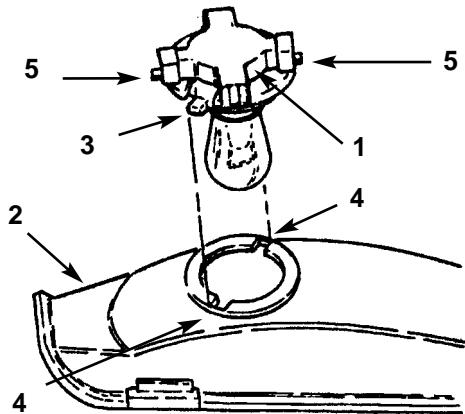

Figure 35
3. Tourner le porte-ampoule d 1/4 de tour dans le sens horaire et le déposer du réflecteur (Fig. 35).
2. Le porte-ampoule est muni de deux languettes (Fig. 35). Aligner les deux languettes avec les encoches du réflecteur, installer le porte-ampoule dans le réflecteur et lui donner 1/4 de tour dans le sens horaire jusqu'à ce qu'il s'arrête.